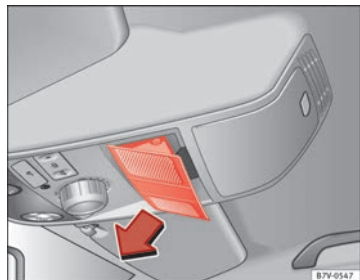

Fig. 196 Nel rivestimento interno del tetto: Togliere la copertura.
- Spostare la copertura nella direzione indicata dalla freccia ⇒ fig. 196.